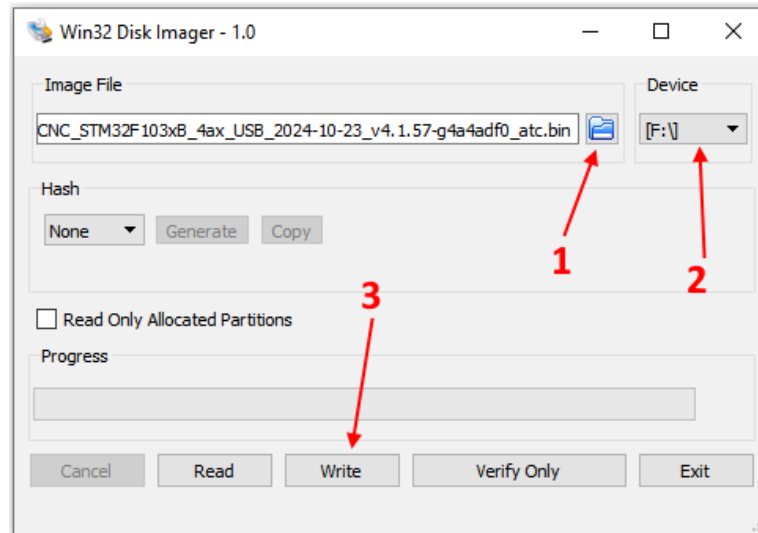

Рисунок 14: Обновление прошивки в Win32DiskImager
- Запустите программу Win32DiskImager. В поле *Image File* укажите путь к bin-файлу новой прошивки контроллера, в выплывающем списке *Device* укажите соответствующий Вашему контроллеру идентификатор устройства (рис. 14).